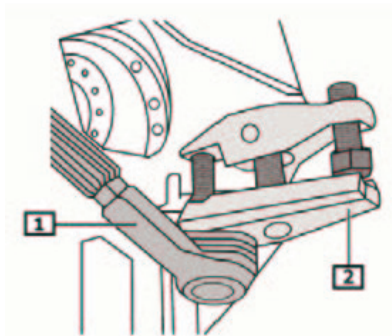
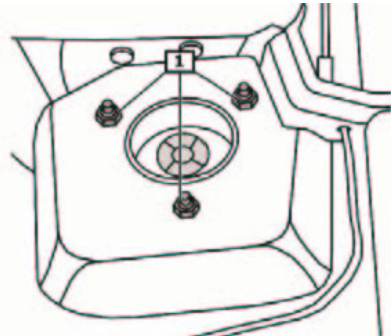

Fig. 4:
Fig. 5:
- **Fig. 4** Mutter-Spurstangenkopf abschrauben.
- **Fig. 5** Mutter(n) - Federbein oben abschrauben (1).
- **Fig. 4** Unscrew nut on track rod head.
- Disconnect track rod end from steering knuckle. (1)
- **Fig. 5** Unscrew suspension strut nut(s) top. (1)
- **Fig. 4** Tourner l'écrou de la tête du barreau.
- Séparer la tête de la bielle de connexion de la fusée d'essieu. (1)
- **Fig. 5** Dévisser l'/les écrou(s) - jambe de force en haut. (1)
- **Fig. 4** Destornillar la tuerca del cabezal de mandril.
- Separar la cabeza de la barra de acoplamiento de la mangueta. (1)
- **Fig. 5** Desenroscar tuerca(s) - pata telescópica arriba. (1)